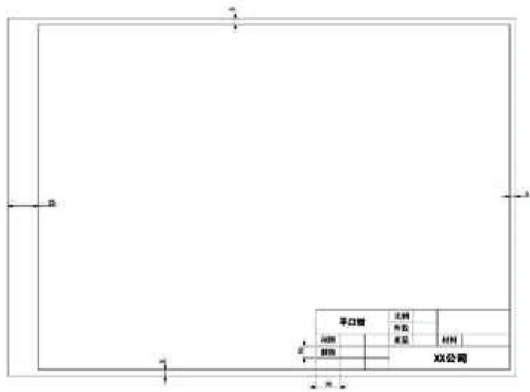

图 7-148 编辑图纸格式并回到编辑图纸空间
STEP 3 在编辑图纸格式操作空间中，使用“直线”和“注释”工具，绘制如图 7-148 所示图框和文字（最外侧矩形与图纸大小相同），并单击按钮 返回到编辑图纸空间。